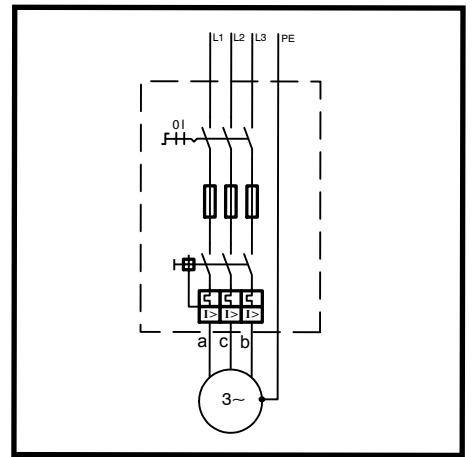

Fig.: 15
1. Conexão trifásica, ver (Fig. 15). Ligar o motor de tal forma que o sentido de rotacão seja o mesmo do agregado. A conexão mostra a comutacão normal com a rotacão a direita e uma outra no sentido anti-horário.